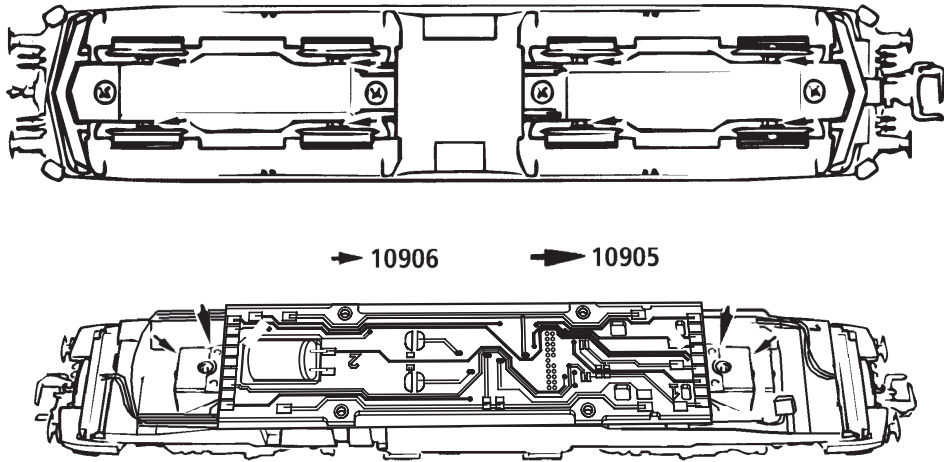

Fig. 6
3. Haftreifenwechsel: Zuerst den Getriebedeckel abnehmen (Fig. 6). Danach den **Radsatz** herausnehmen und die **Haftreifen** mit einer Nadel od. mit einem feinen Schraubendreher abziehen (Fig. 6). Beim Aufziehen der neuen Haftreifen darauf achten, dass diese sich nicht verdrehen.
3. Change of traction tyre: Remove the gear cover (fig. 6). Take out **wheel set** and remove **traction tyre** using a pin or a fine screwdriver (fig. 6). When pressing on the new traction tyre please **avoid twisting it**.
3. Échange des bandages d'adhérence: Démontez d'abord le **couvre-carter des engrenages** des en-grenages (fig. 6). Délogez ensuite les essieux ban-dagées et enlevez, à l'aide d'une aiguille ou d'un tourne-vis fin, les bandages d'adhérence (fig. 6). Lors du montage des nouveaux bandages veuillez veiller à ce que les bandages **ne soient pas tor-dues**.